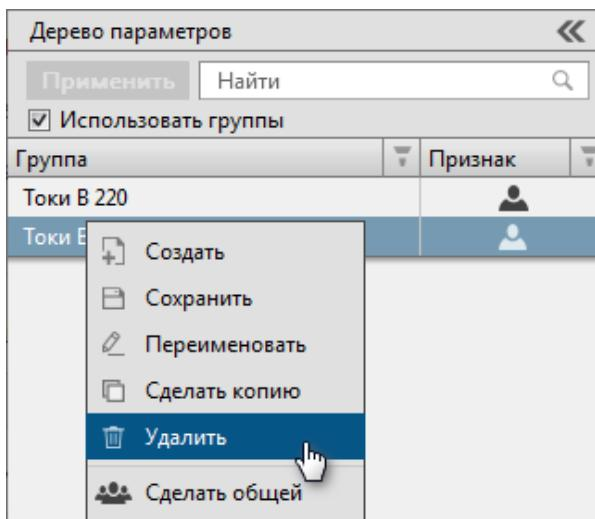

Рисунок 34 - Удалить
1. Нажмите *ЛКМ* по выбранной группе сигналов и выберите команду **Удалить** (Рисунок 34).